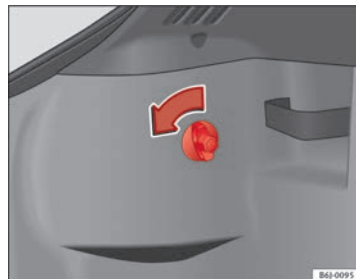

Fig. 151 Accès aux pilotes arrière
- Tournez la vis dans le sens de la flèche à la main ou avec un tournevis ⇒ fig. 151.
- Retirer le connecteur du logement (A) ⇒ fig. 151.